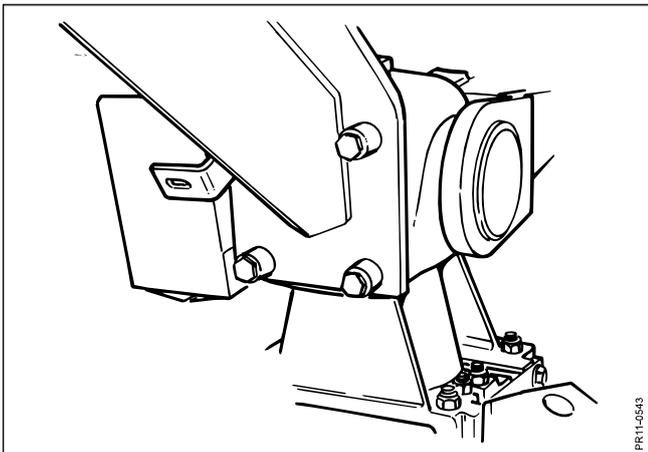

Fig. 1-9
- Fig. 1-9:** Der Ausleger für Schutz Tuch wird an das Winkelgetriebe montiert. Um zu vermeiden,